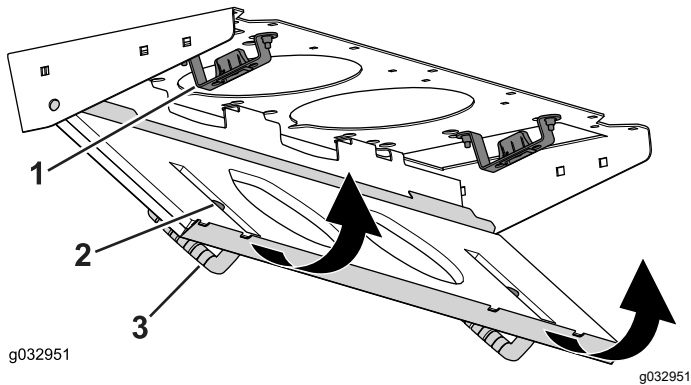

Figure 95
4. Faites pivoter le filtre sur les languettes jusqu'à ce que le verrou s'enclenche dans la fixation (Figure 95).